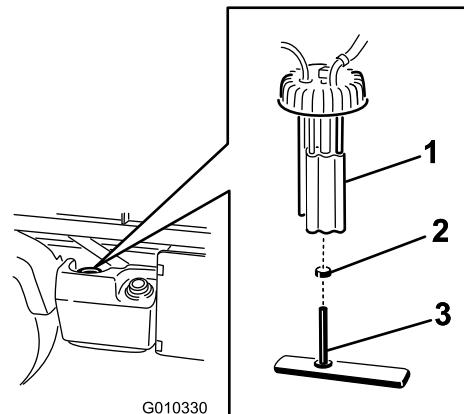

Bild 44
- Ziehen Sie die Kabelbaumstecker von der Kraftstoffpumpe ab (Bild 44).
- Lösen Sie die Schlauchklemmen und schließen Sie die Kraftstoffleitung vom Kraftstoffpumpendeckel ab (Bild 44).
- Drehen Sie den Kraftstoffpumpendeckel oben am Kraftstofftank heraus (Bild 44).
- Entfernen Sie die Kraftstoffpumpe und den Kraftstofffilter vom Tank (Bild 44).
- Entfernen Sie die Klemme, mit der die Kraftstofffilterleitung am Kraftstoffpumpenanschluss befestigt ist. Schließen Sie den Schlauch vom Anschlussstück ab (Bild 44).